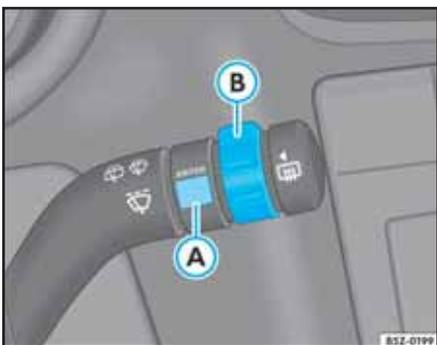

Fig. 44 Palanca del limpiador del parabrisas: tecla (A) para confirmar ítems del menú y tecla basculante (B) para cambiar de menú
- Accione, por lo menos dos segundos, la tecla ⇒ **fig. 44 (B)** para arriba o para abajo, en la palanca del limpiador del parabrisas.
- Para regresar al menú principal a partir de otro menú, mantenga la tecla basculante (B) accionada durante cerca de dos segundos o seleccione el ítem de menú Volver y presione la tecla (A).